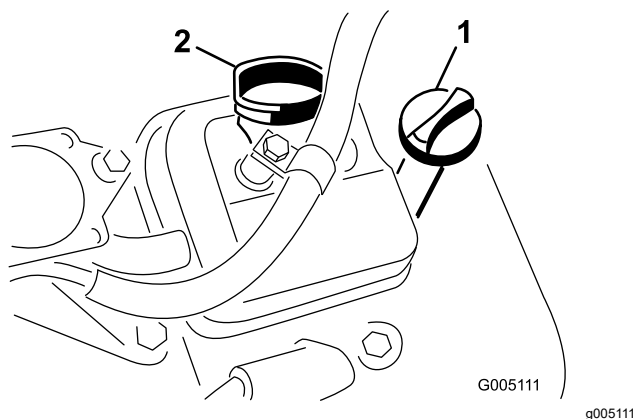

Figura 39
3. Introduzca la varilla en el tubo y enrósquela en el tubo (Figura 39).